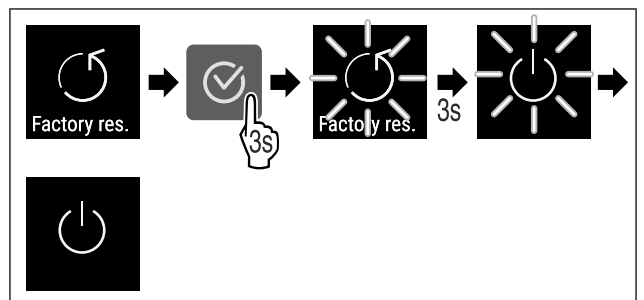

Fig. 113
- ▶ Handlungsschritte (siehe Fig. 113) durchführen.